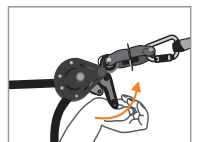

Abb. 5
Zum Abmontieren der Sicherungsleine zieht man am Nockenhebel (4) (Abb. 5). Das Ganze aushaken und wieder im Originalbeutel verstauen. Lassen Sie die Sicherungsleine nach einem Arbeitseingriff nicht am Einsatzort installiert; sie darf maximal für einen Arbeitstag installiert bleiben.